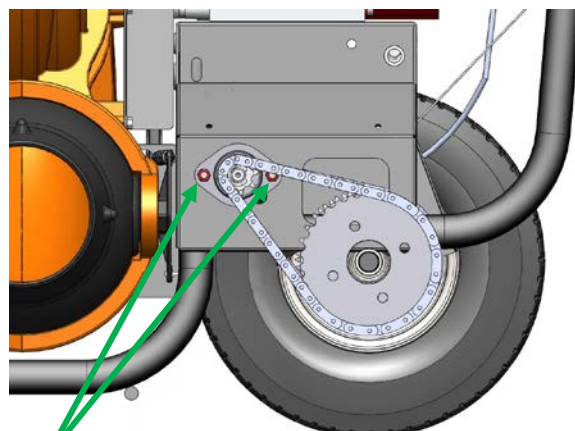

Fig. 7
4. Løsn de to møtrikker (genstand #98), der holder lejet (genstand #97). (Se Fig. 7)